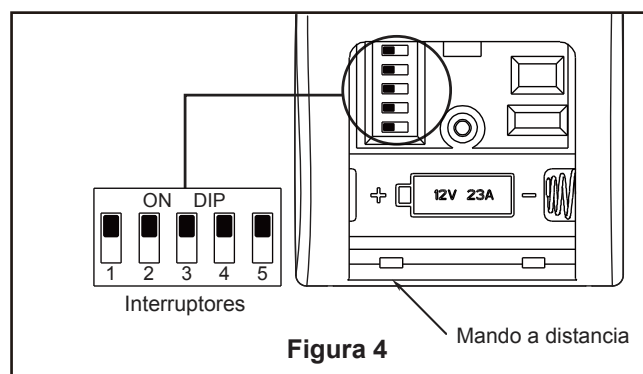

Figura 4
- ☐ 4. Para configurar el código del mando a distancia a las mismas posiciones que en el receptor. Mueva los interruptores de código hasta colocar el código de selección en la posición arriba o abajo. Con un destornillador pequeño o con una lapicera (no se incluye) deslice firmemente hacia arriba o hacia abajo. (Figura 4)